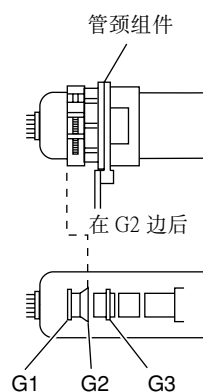

图 6-1
2. 管颈部组件的位置如图 6-1 所示。
(见图 6-1 到图 6-4。)